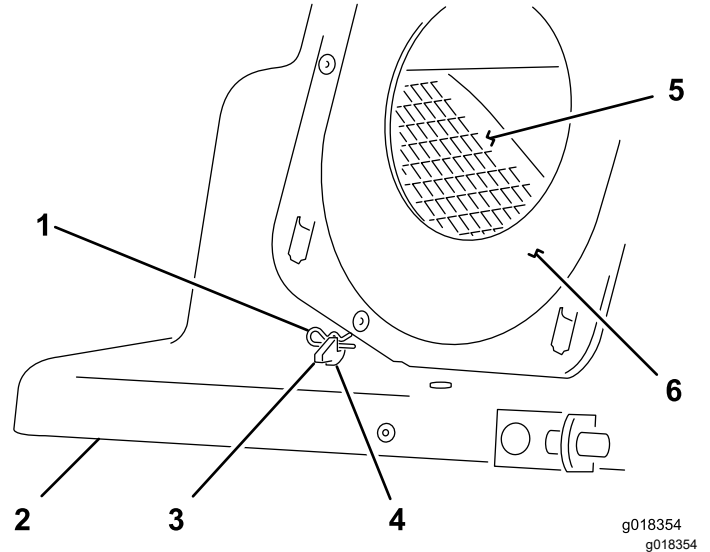

Figure 9
6. Fixez le déflecteur sur le couvercle en insérant les goupilles fendues dans les trous des pattes de montage du déflecteur, comme montré à la Figure 9.